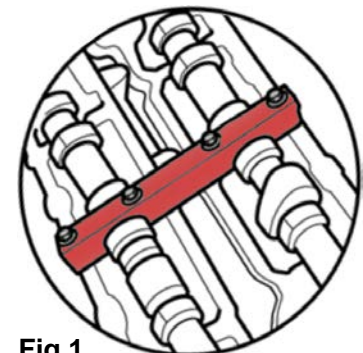

Fig.1
- Coloque las herramientas de bloqueo del árbol de levas en las filas de cilindros izquierda y derecha (Fig.1). Las marcas de los engranajes del árbol de levas deben estar alineadas.